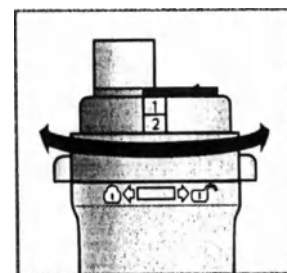

Рис. 1
3. Установите небулайзер в режим "1", "2" или "3" поворотом крышки небулайзера (рис. 1).